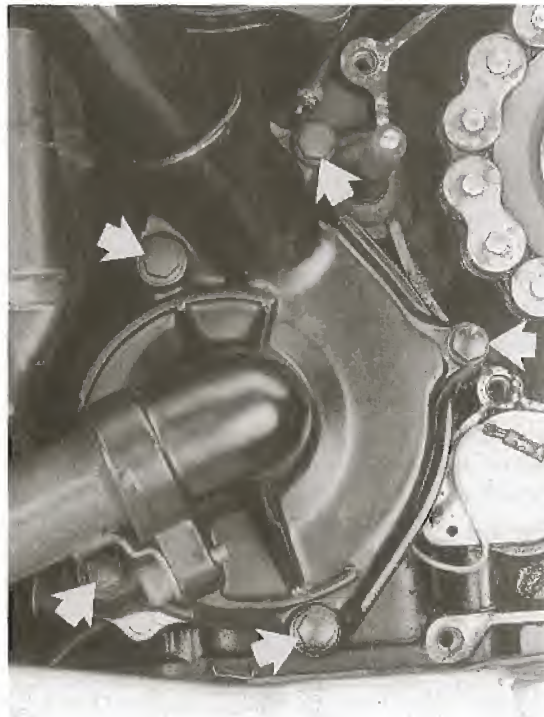

Bild 121
- Kühlmittelrohre von Pumpe abnehmen. Befestigungsschrauben der Pumpe (Bild 121) ausdrehen. Pumpendeckel und Flügelrad mit Gehäuse abnehmen.